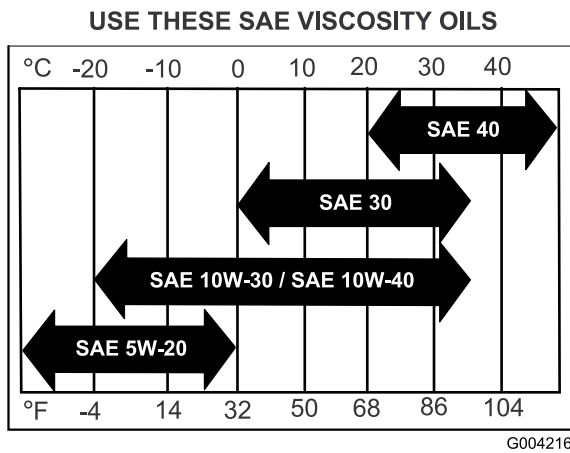

Figura 30
4. Llene el cárter con el tipo especificado de aceite nuevo; consulte Figura 30.